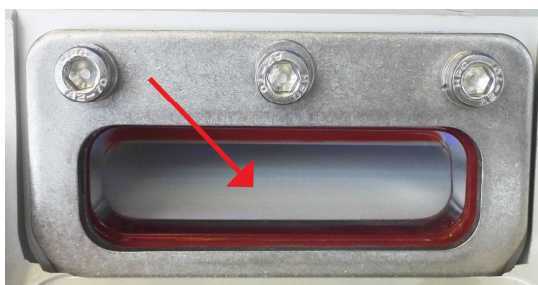

Figura 19 – Pulizia del prisma
- Pulire la superficie del prisma (Figura 19) con prodotto non abrasivo